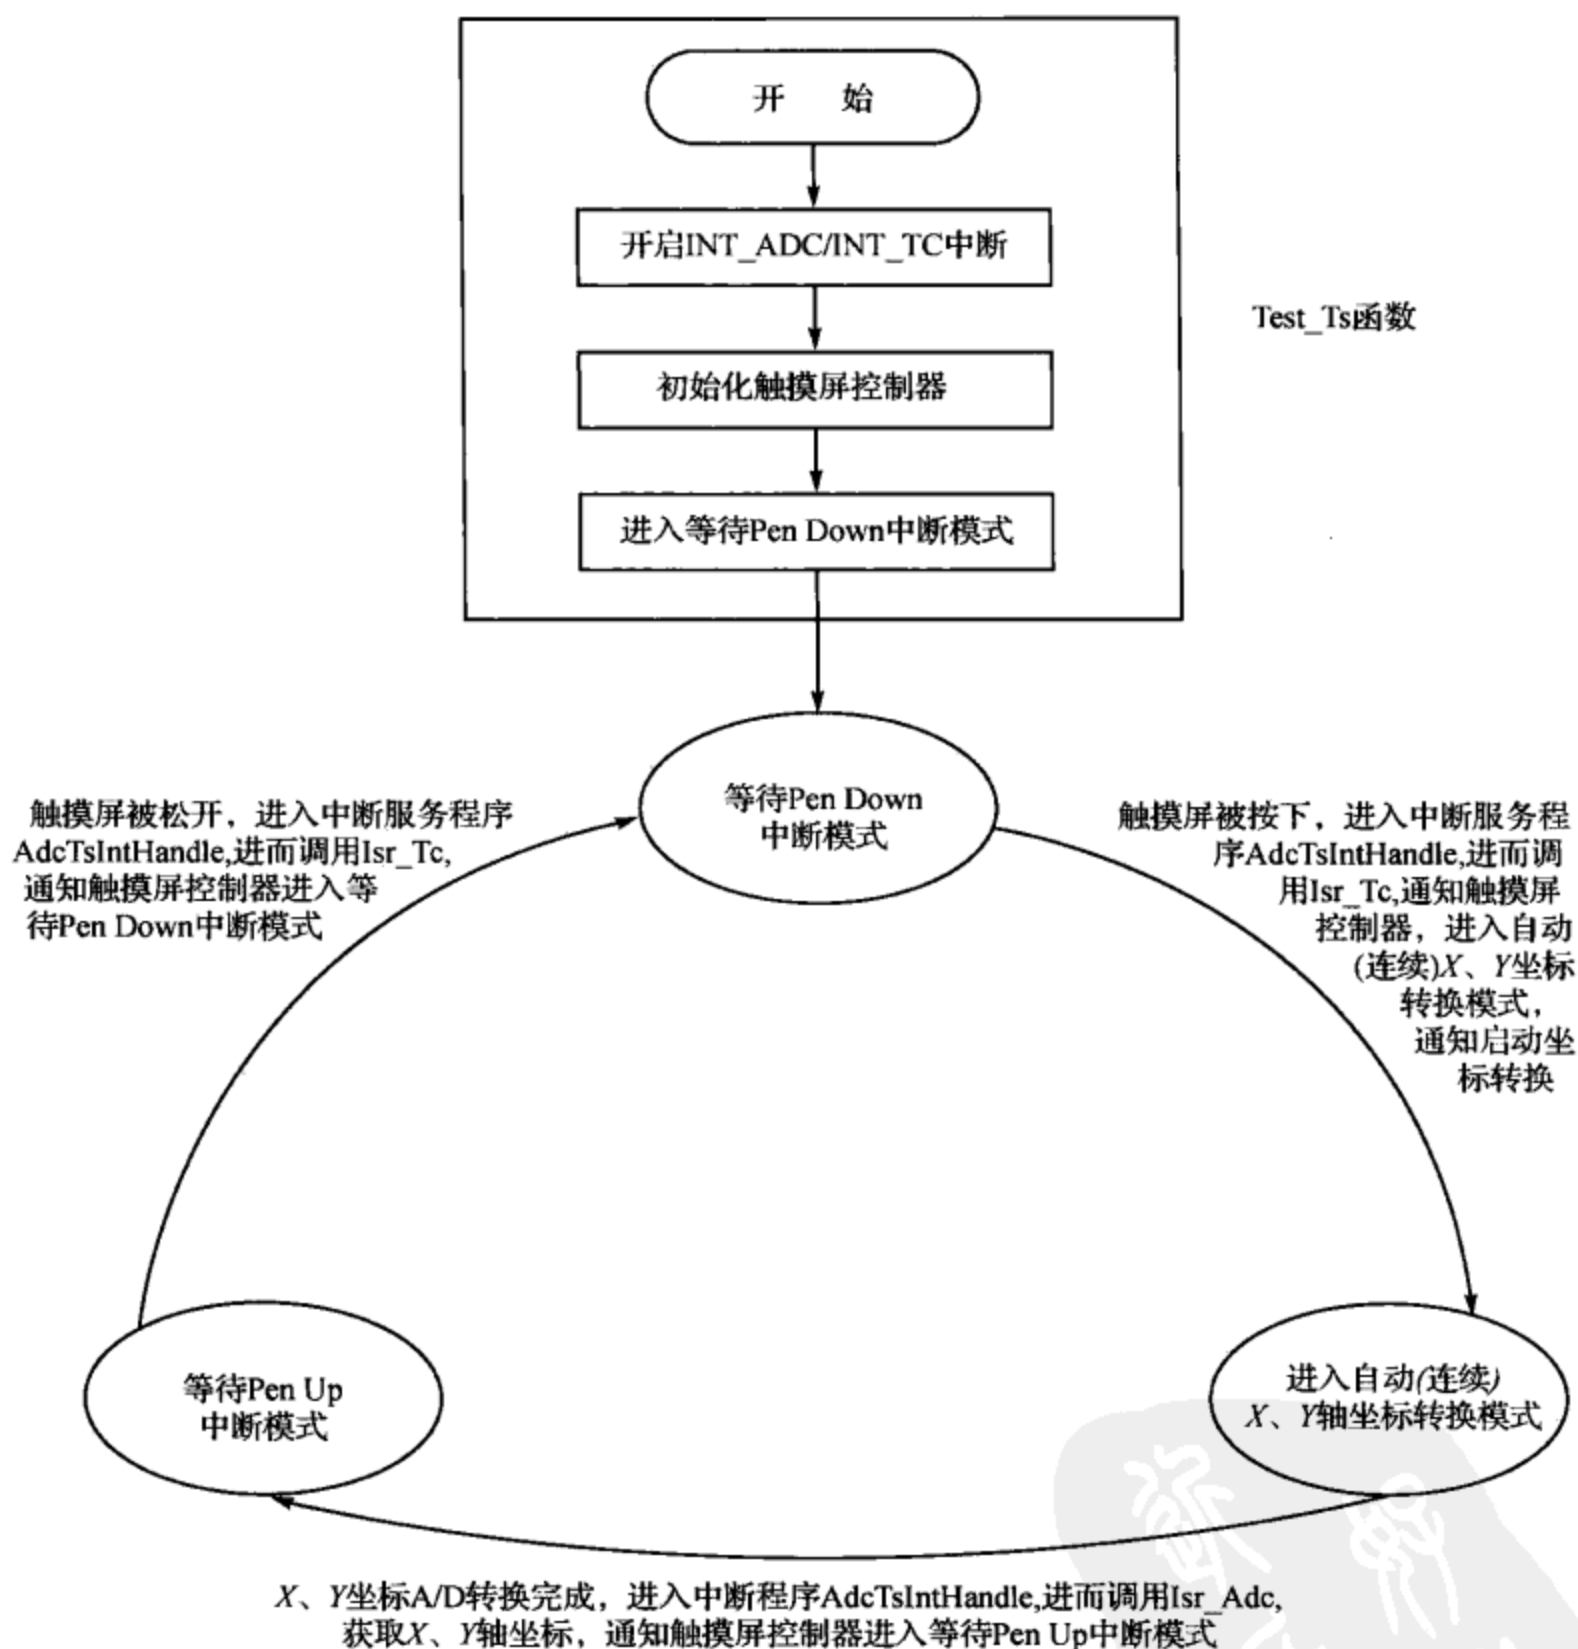

图 12-8 触摸屏控制器硬件运行机制
2. S3C2440 内部触摸屏控制器硬件运行机制(图 12-8)